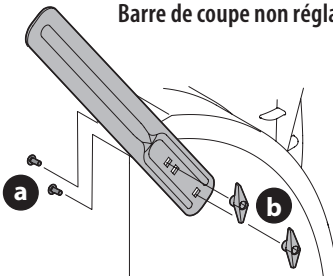

Figure 38
1. Retirez les boulons de carrosserie (a) et les écrous à oreilles (b) fournis avec les barres de coupe. Voir (Figure 38).
2. À l'aide des boulons de carrosserie et de l'écrou à oreilles retirés à l'étape 1, fixez les barres de coupe sur le logement de la vis sans fin, comme indiqué à la Figure 38.